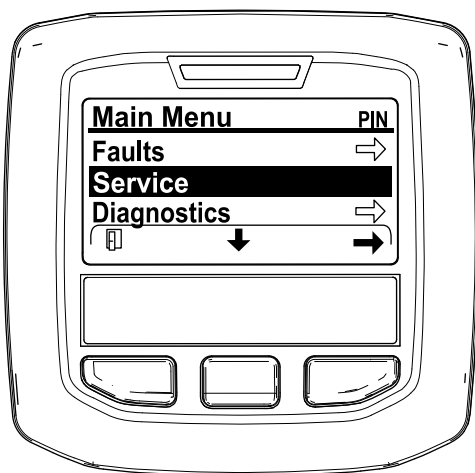

Figura 41
2. Navigate al MENU PRINCIPALE, premete il pulsante centrale per scorrere fino all'opzione MENU MANUTENZIONE, poi premete il pulsante destro per selezionare l'opzione MANUTENZIONE (Figura 41).